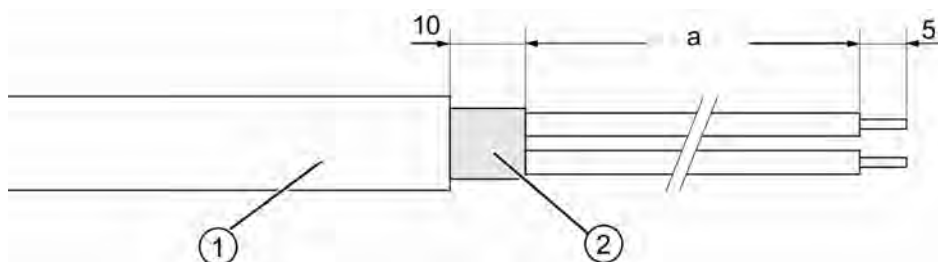

Abb. 26: Vorbereitung des Buskabels
1. Isolieren Sie das Buskabel gemäß Abbildung 26.